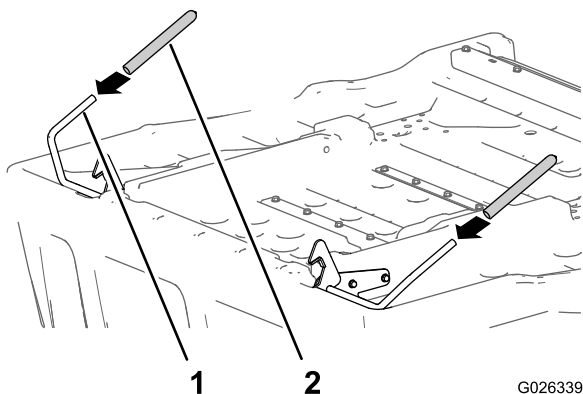

Figura 11
4. Fate scivolare le impugnature su ciascuna estremità della leva del gruppo fermo (Figura 11).